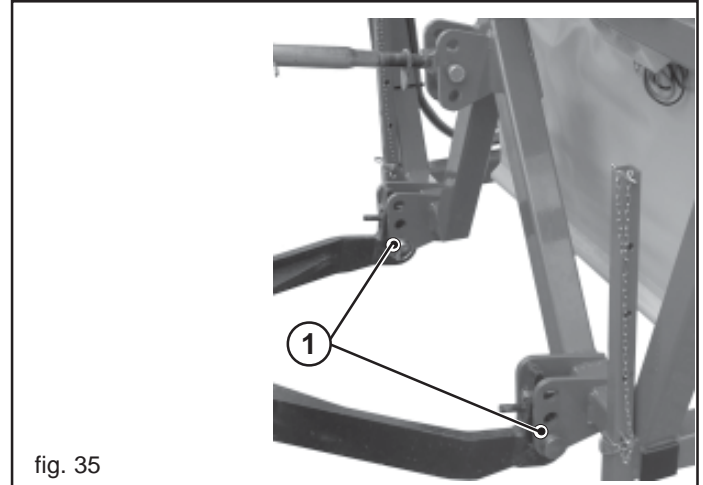

fig. 35
- 1) Die Hubvorrichtungstangen in die vorhandenen Bolzen einhängen (1, Abb. 35) und mit den Sicherheitssplints blockieren.